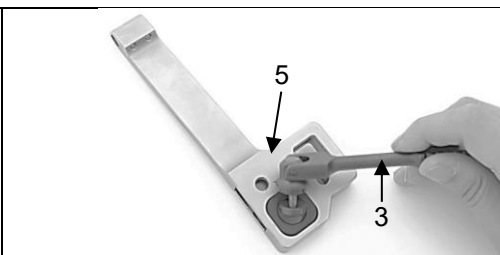

Fig. 15
Innanzitutto, inserire la leva di azionamento (3) nell'apposita scanalatura dell'alloggiamento (5) (Fig. 15).